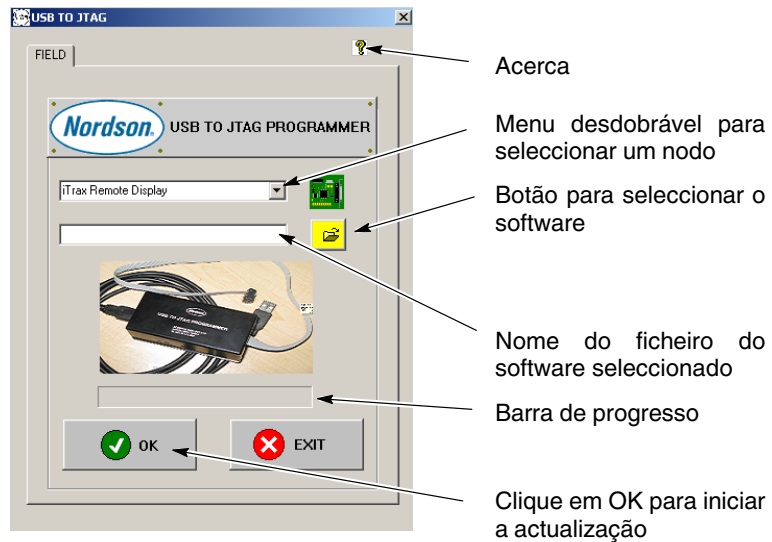

Figura 8 USB para a caixa de controlo JTAG
3. Para utilizar o USB para a aplicação JTAG, clique duas vezes no icon da aplicação da sua secretária ou no ficheiro designado por USB-Jtag.exe. Consulte a figura 8.